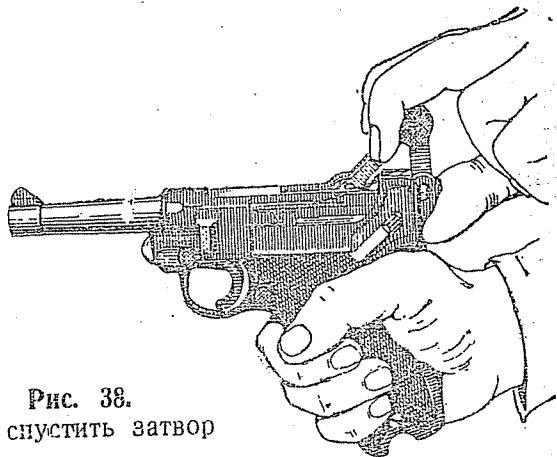

Рис. 38.
6. Не меняя положения правой руки, оттянуть большим и указательным пальцами левой руки шарнир кверху и назад доотказа (рис. 38) и отпустить шарнир, чтобы затвор вернулся в прежнее положение и дослал патрон в патронник.
Оттянуть шарнир средним и указательным пальцами руки назад, как показано на рис. 38, и отпустить его. В этом затвор пойдет вперед и дошлет патрон в патронник.